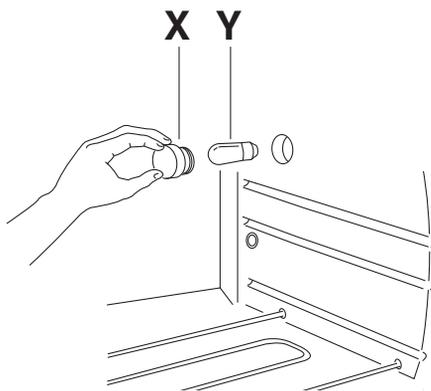

fig. 12
- Desenrosque el cristal de protección (X) dándole vueltas en el sentido contrario de las agujas del reloj y sustituya la lámpara (Y) con otra similar (vea fig. 12). Enrosque de nuevo el cristal de protección (X).